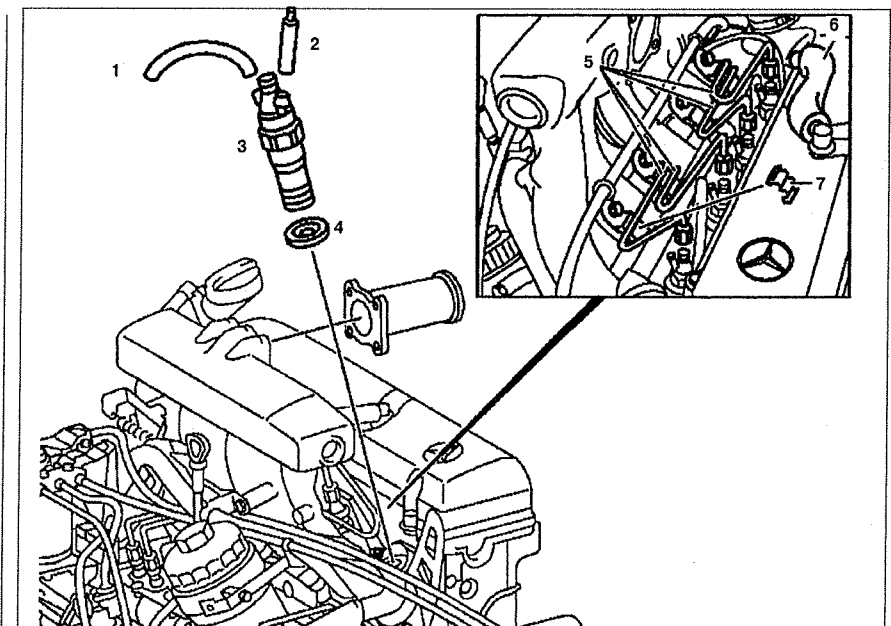

Рис. 4.70. Форсунки:
2. Отсоедините нагнетающий топливопровод **1** и пробку **2** от форсунки четвертого цилиндра (см.рис.4.70).